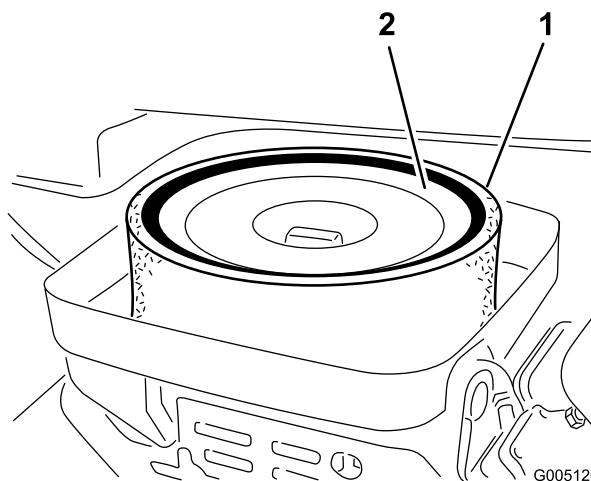

图41
4. 如果泡沫滤芯变脏，请将其从纸质滤芯中取出（图41）。按照以下方式彻底清洁滤芯：